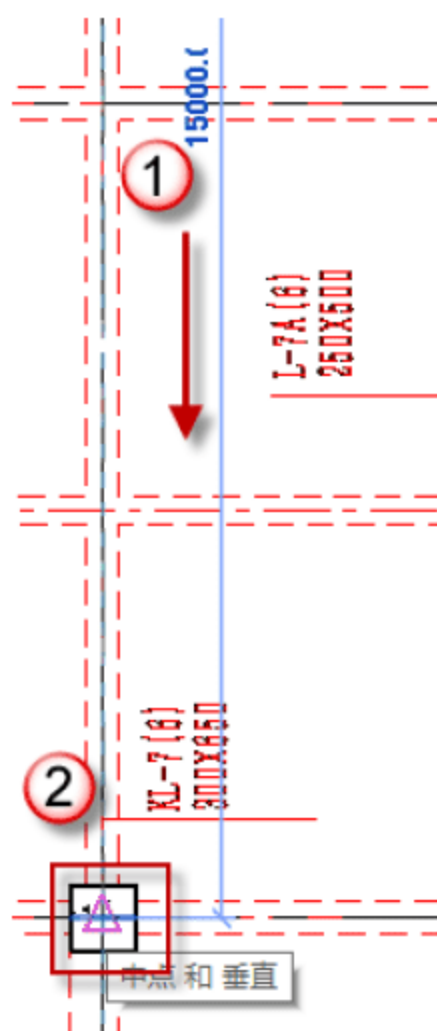

图 4.2.46 绘制 KL-7
(21) 绘制矩形框架梁 KL-7，按快捷键 B+M，放置平面为“标高 2”平面视图，先单击起始柱的中心为起点，后单击终止柱的中心为终点，如图 4.2.46 所示。